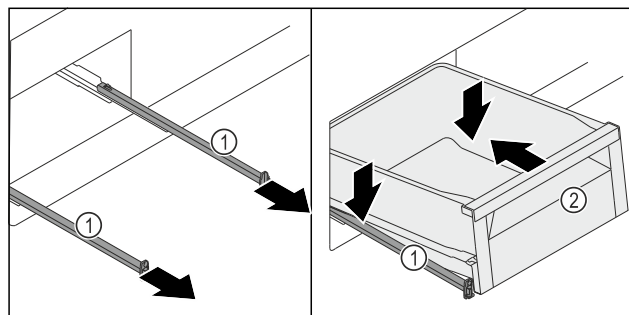

Fig. 129
- Vytiahnite koľajničky Fig. 129 (1).
- Pevne držte koľajničky Fig. 129 (1) a nasadte zásuvku Fig. 129 (2) šikmo zhora na koľajničky Fig. 129 (1).
- ▶ Posuňte zásuvku Fig. 129 (2) na koľajničkách Fig. 129 (1) až na doraz dozadu.